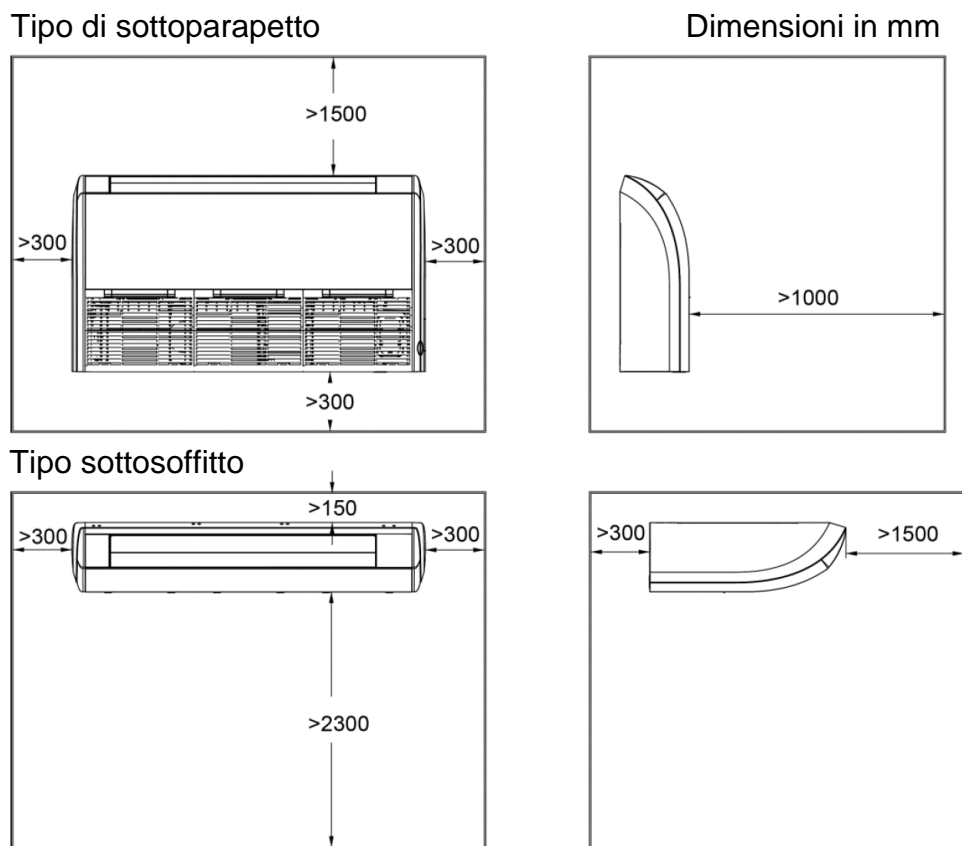

Fig. 2
3. Lasciare lo spazio intorno all'unità per la manutenzione, come mostrato nella fig. 2.